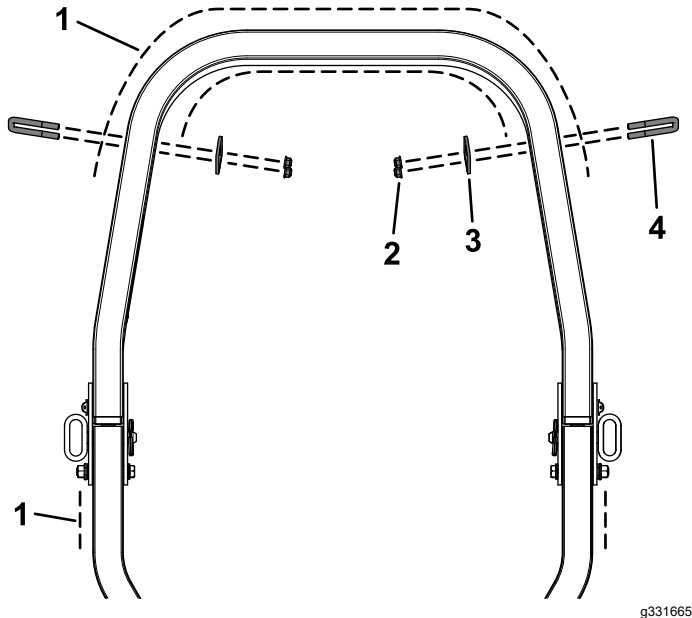

Figure 7
2. Fixez les 2 plaques de montage sur l'arceau de sécurité à l'emplacement souhaité à l'aide de 2 étriers filetés et 2 contre-écrous ($\frac{3}{8}$ " (Figure 7).